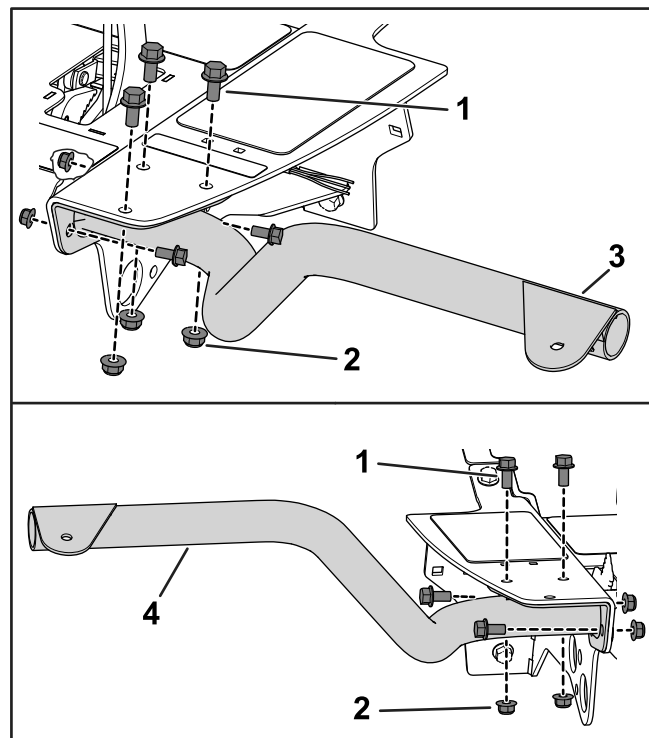

Figura 2
3. Utilizzate 5 bulloni a testa esagonale ($\frac{3}{8}$ " x $\frac{3}{4}$ " e 5 dadi flangiati ($\frac{3}{8}$ " per fissare il supporto del faro sinistro alla staffa del pianale sinistra (Figura 2).
4. Utilizzate 4 bulloni a testa esagonale ($\frac{3}{8}$ " x $\frac{3}{4}$ " e 4 dadi flangiati ($\frac{3}{8}$ " per fissare il supporto del faro destro alla staffa del pianale destra (Figura 2).